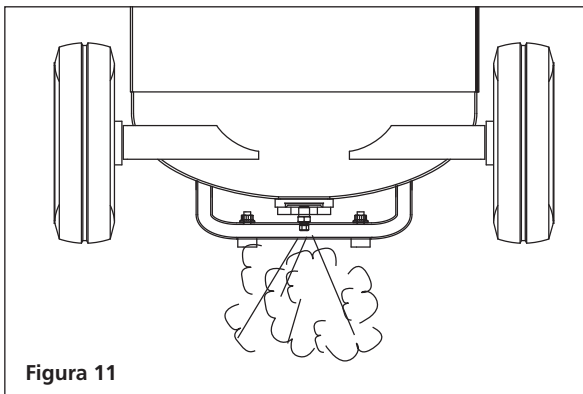

Figura 11
2. Abra la válvula de desagüe inferior del tanque (consulte la figura 11). Gire la válvula de salida para abrir el flujo de aire.
Desagüe el tanque: Desconecte, etiquete y bloquee la fuente de alimentación; libere la presión. Drene la humedad del tanque abriendo la válvula de drenaje debajo del tanque una vez que la presión del tanque sea inferior a 2,8 bar (Ver la figura 11 en la página Sp12).